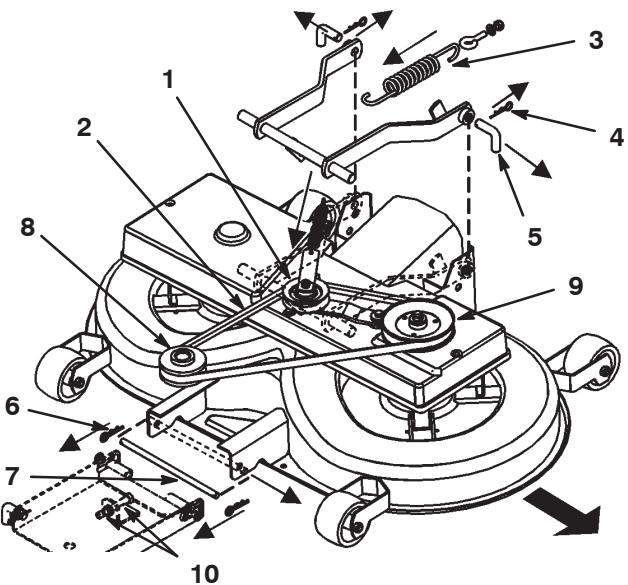

Bild 39
- Ziehen Sie den Spannarm nach innen. Nehmen Sie den Keilriemen von der Scheibe ab (Bild 39).
- Nehmen Sie die Feder vom Schalthebel ab (Bild 39).
- Entfernen Sie die zwei Splintclips von den zwei hinteren Stiften und nehmen Sie die Stifte ab (Bild 39).
- Entfernen Sie den Splintclip vom vorderen Stift und nehmen Sie den Stift ab (Bild 39).
- Entfernen Sie den Keilriemen von der Motorscheibe (Bild 39).
2. Entfernen Sie den Keilriemen und den Antriebsarm (Bild 39).
7. Drehen Sie den unteren Stift der Einstellung für die vordere Aufhängung in die untere Stellung der geschlitzten Löcher. Stellen Sie hierfür die 2 Muttern (M12) an der vorderen Aufhängung ein (Bild 39).